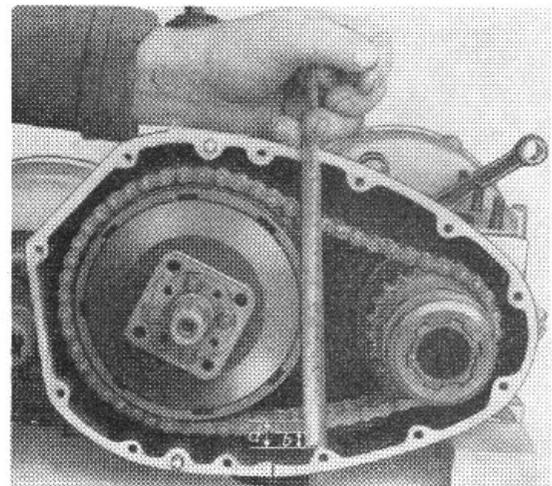

Bild M 63. Kettendurchhang prüfen
(1) Sprengring, (2) Rollendrucklager
9. Vor der weiteren Demontage ist der Kettendurchhang zu prüfen (Bild M 63) und die Anzahl der Dichtungen zwischen Motor und Getriebe für den Wiederausbau zu ermitteln.